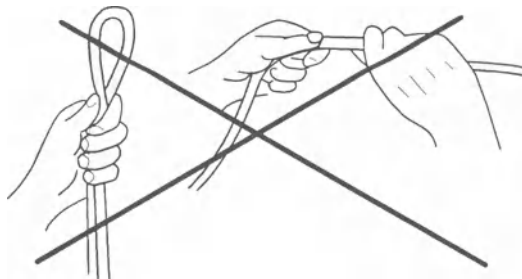

Рис. 15
Волоконный световод (10) нельзя надламывать, перекручивать или сгибать под слишком острым углом. (Рис. 15)